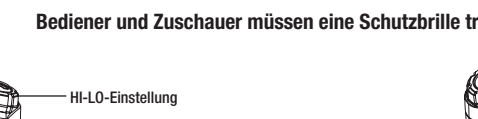

Abb. 1
- Trek de stekker uit het stopcontact, (Afb. 1) en zet de aan/uit-schakelaar in de stand "Uit" (Afb. 2).
- Trek de stekker uit het stopcontact, (Afb. 1) en zet de aan/uit-schakelaar in de stand "Uit", (Afb. 2).